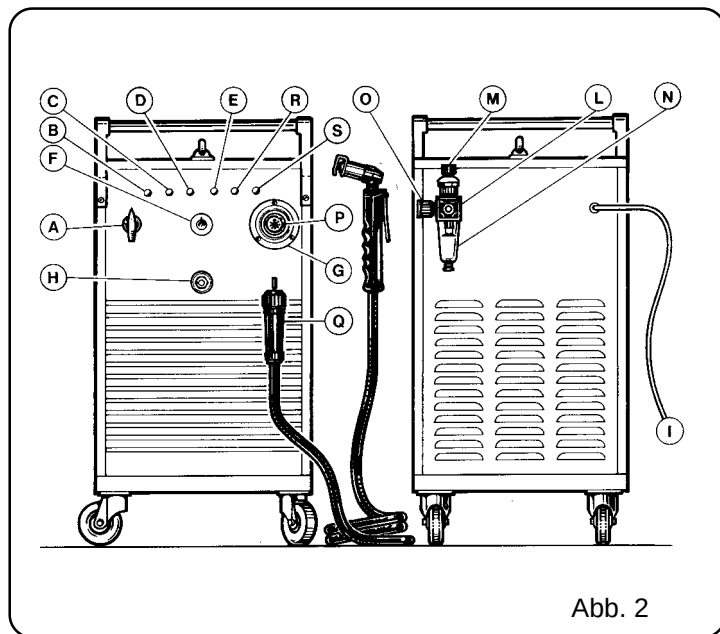

Abb. 2
b) Im Fall eines beweglichen Anschlusses mit Stecker muß dieser einen den Angaben auf dem Leistungsschild entsprechenden Nennstrom aufweisen. In diesem Fall muß der Stecker zum allpoligen Trennen der Maschine vom Netz verwendet werden, nachdem zuvor der Schalter **A** (Abb. 2) in Schaltstellung „0“ gebracht wurde. Der gelb-grüne Leiter muß an die Erdungsklemme angeschlossen werden.
Auf den Wicklungen des Leistungstransformators angebrachter Schutzschalter zur Vermeidung von thermischer Überlastung; bei Ansprechen leuchtet die Kontrollleuchte **C** auf (siehe Abb.2).
Befindet sich auf der Luftleitung im Gerät und verhindert, daß die Maschine mit ungenügendem Luftdruck arbeitet. Wenn der Druckwächter anspricht; leuchtet die Kontrollleuchte **D** auf (siehe Abb. 2).
wird vom Aufleuchten der Kontrollleuchte **E**  (siehe Abb.2) angezeigt.